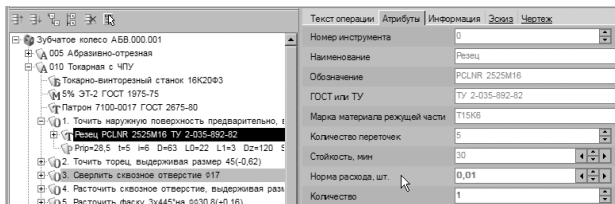

Рисунок 54
6. Установив курсор на названии инструмента в этом переходе, перейдите на вкладку **Атрибуты**. В результате расчета стало возможным автоматическое определение нормы расхода режущего инструмента (рис. 54).